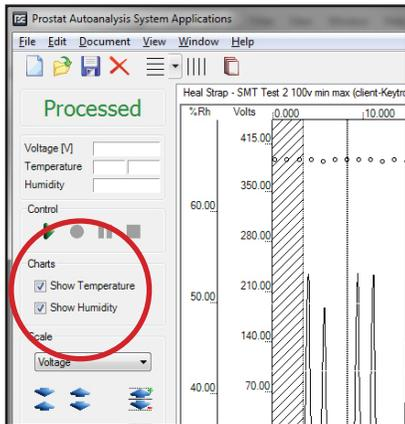
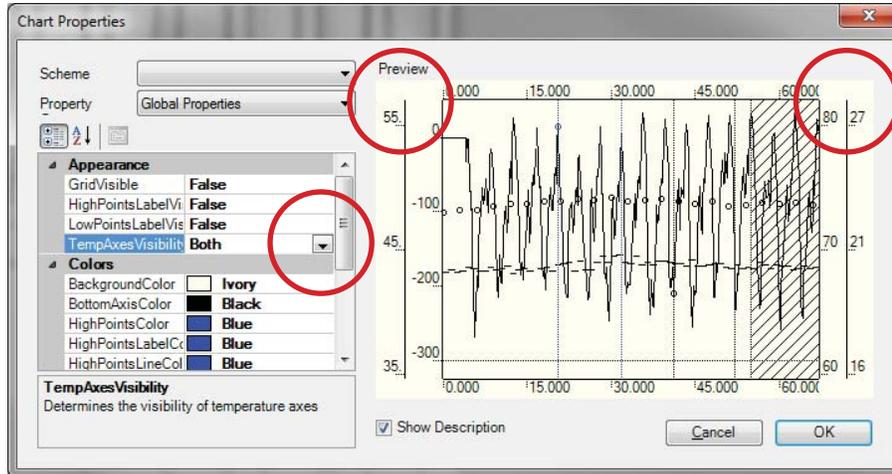

図 28: Temperature と Humidity のボックスにチェックして下さい
図 29: チャートプロパティ (Chart Properties) のウィンドウ
温度と湿度を表示するには、Show Temperature Show Humidity のボックスにチェックして下さい。(図 28) 初期設定では (°C) です。華氏 (°F) または°C と°Fを両方表示することもできます。
1. Document を開き、メニューから Appearance Options. を選択して下さい。“Chart Properties” のウィンドウが開きます。(図 29)
オプションとしてChart Properties のウィンドウ (図 29) で表示を確認することができます。(°C)、(°F) または (Both = 両方) (図28) チャート上での表示を選択できます。